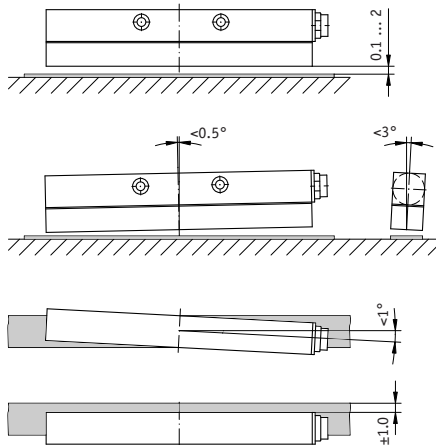

Abb. 7: Montagetoleranzen
**Achtung!** Beachten Sie bei der Montage des Sensors oder des Magnetbandes die richtige Ausrichtung beider Systemkomponenten zueinander und Einhaltung der Montagetoleranzen (siehe auch Abb. 7).
Die Lage des Sensors zum Magnetband ist genau definiert. Bei der Montage ist insbesondere zu beachten, dass über die gesamte Messstrecke zwischen Band und Sensor ein Luftspalt eingehalten wird, unabhängig ob das Band oder der Sensor bewegt werden (Abb. 7).
Innerhalb der angegebenen Lageabweichung Abb. 7 ist der Messfehler vernachlässigbar.